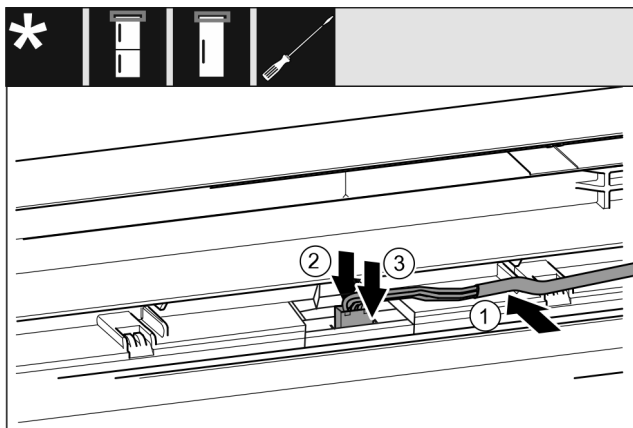

Fig. 39 Ledusskapja / saldētavas kombinācijas / saldēšanas kameras / ledusskapji
- Ievietojiet kabeli Fig. 39 (1) vadotnē augšējās durvīs.
- Spiediet fiksācijas izcilni Fig. 39 (2) uz aizmuguri.
- Nofiksējiet spraudni Fig. 39 (3).